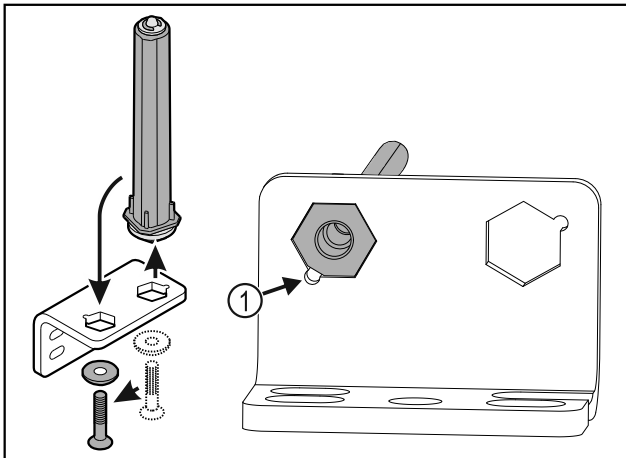

Fig. 15
- Darauf achten, dass beim Einsetzen die Bolzenabschrägung Fig. 15 (1) zum runden Loch zeigt.